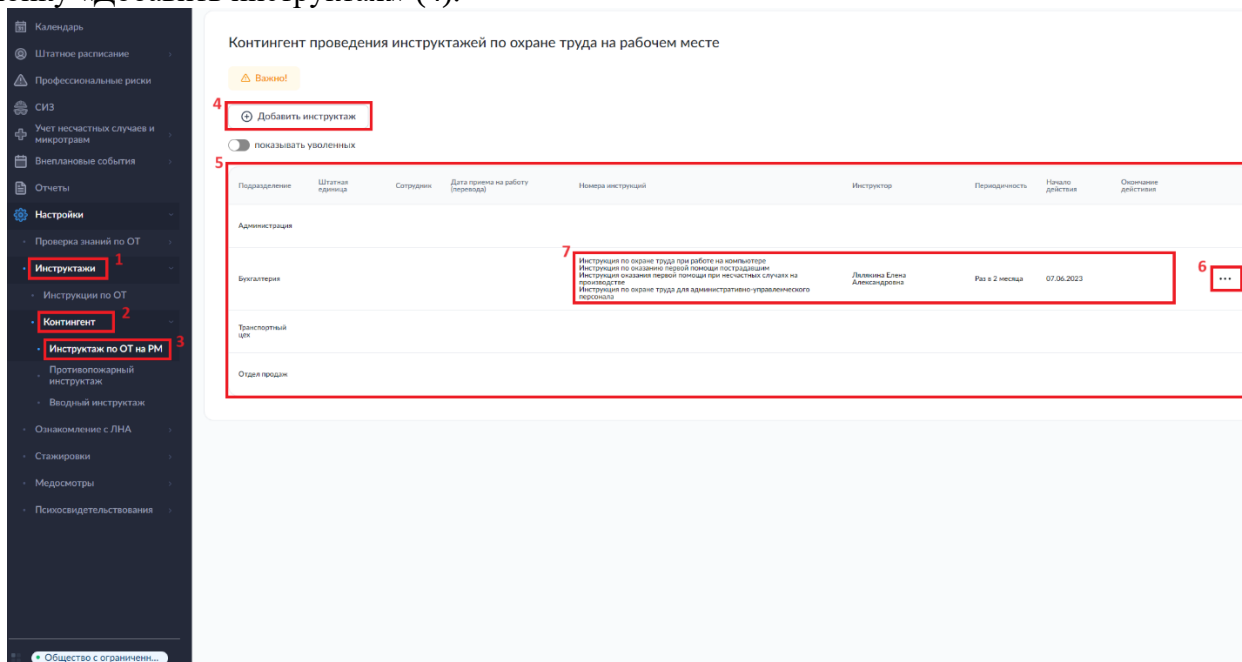

Рисунок 63. Раздел «Настройки». Подраздел «Инструктажи. Контингент. Инструктажи по ОТ на РМ»
Настройка правил формирования инструктажей по охране труда на рабочем месте проводится в подразделе «Контингент» - «Инструктаж по ОТ на РМ» (2-3) раздела (1) «Инструктажи» настроек (рис. 63). Для того, чтобы внести в систему информацию о инструктажах по ОТ на РМ необходимо нажать на кнопку «Добавить инструктаж» (4).